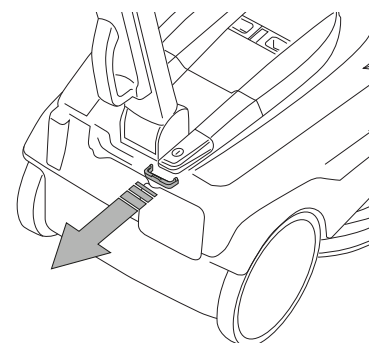

Fig.2C
- Retirer le bloc mécanique de l'interrupteur (Fig. 2C).